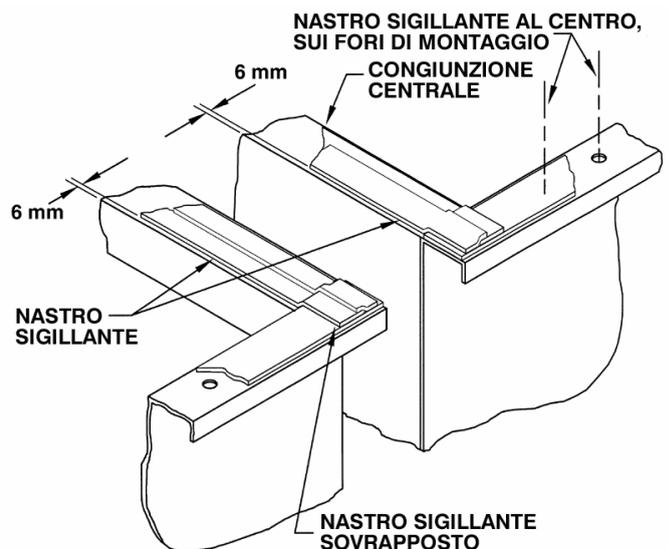

Figura 6 – Dettaglio applicazione nastro sigillante sulla congiunzione centrale di unità con due o più sezioni ventilanti
**Per i modelli che hanno due o più sezioni ventilanti, il nastro sigillante deve essere applicato su tutte le flange interne, come indicato nella Figura 6.**